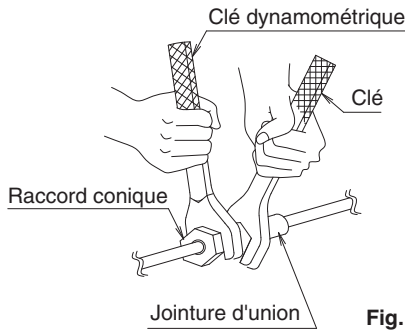

Fig. 13
- Lors de la connexion de la tuyauterie au climatiseur, veillez à utiliser une clé plate et une clé dynamométrique, comme indiqué dans la Fig.13.